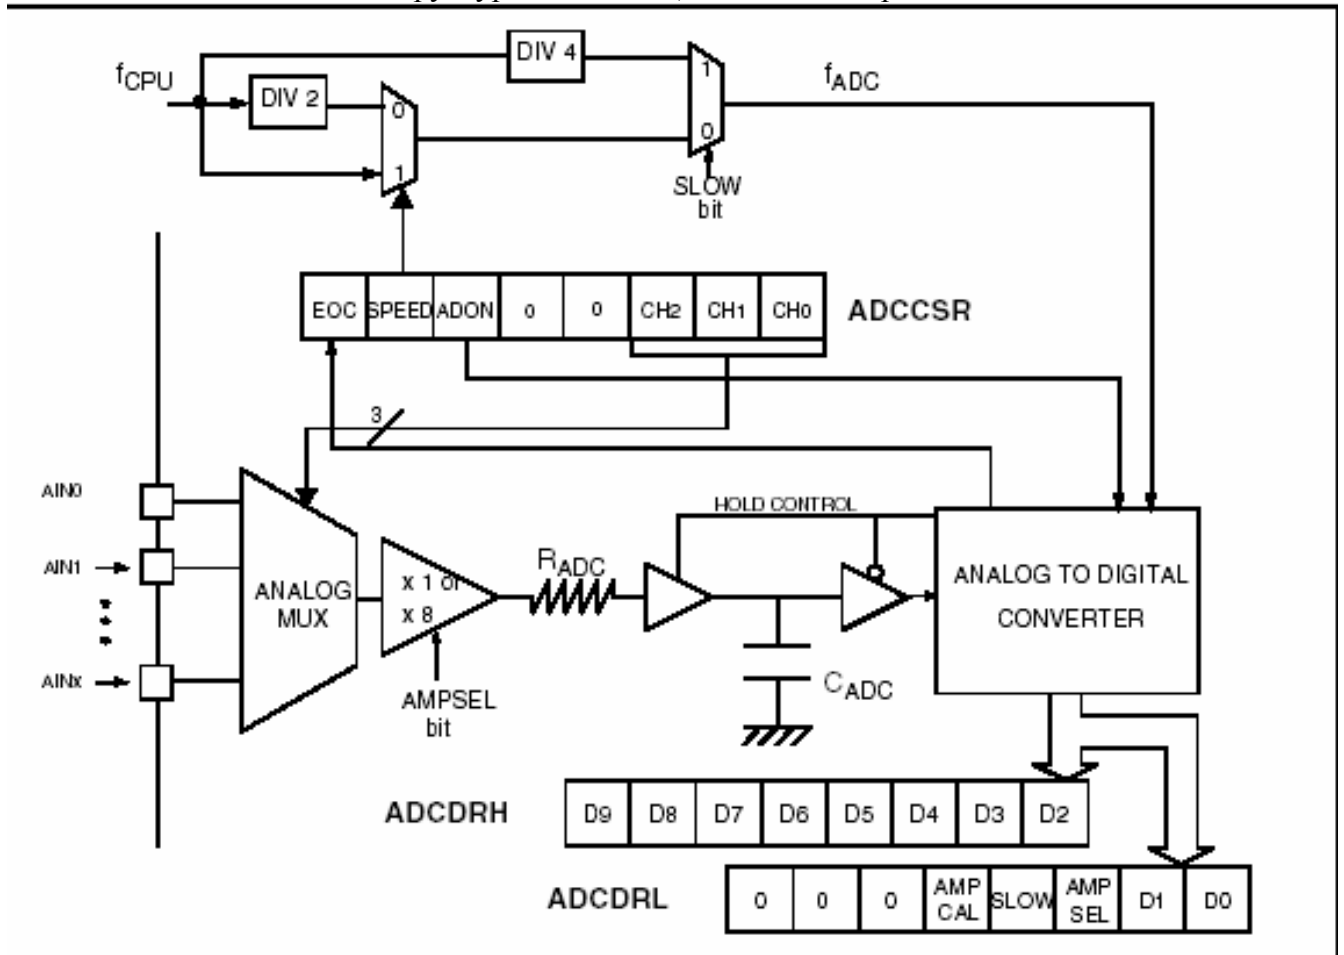

Рисунок 5.1 - Структурна схема АЦП
*Аналого-цифровий перетворювач* являє собою семиканальний 10-розрядний АЦП послідовного наближення. Структурна схема АЦП наведена на рис.5.1.